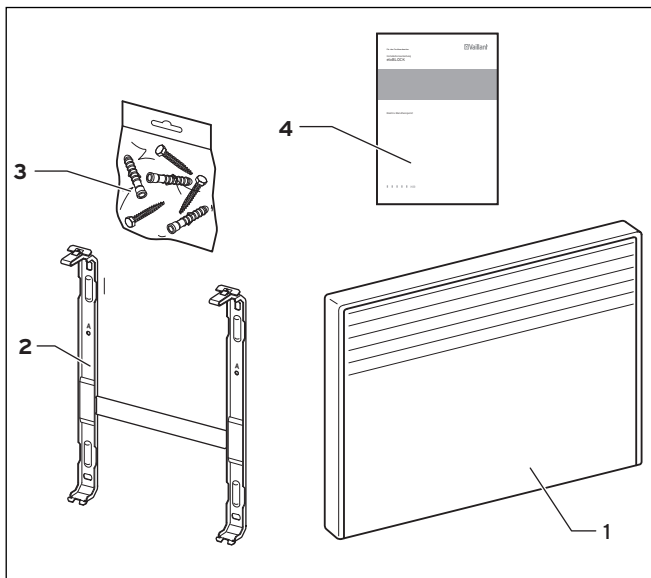

Abb. 4.1 Lieferumfang
- Prüfen Sie den Lieferumfang auf Vollständigkeit und Unversehrtheit (→ **Abb. 4.1** und → **Tab. 4.1**).